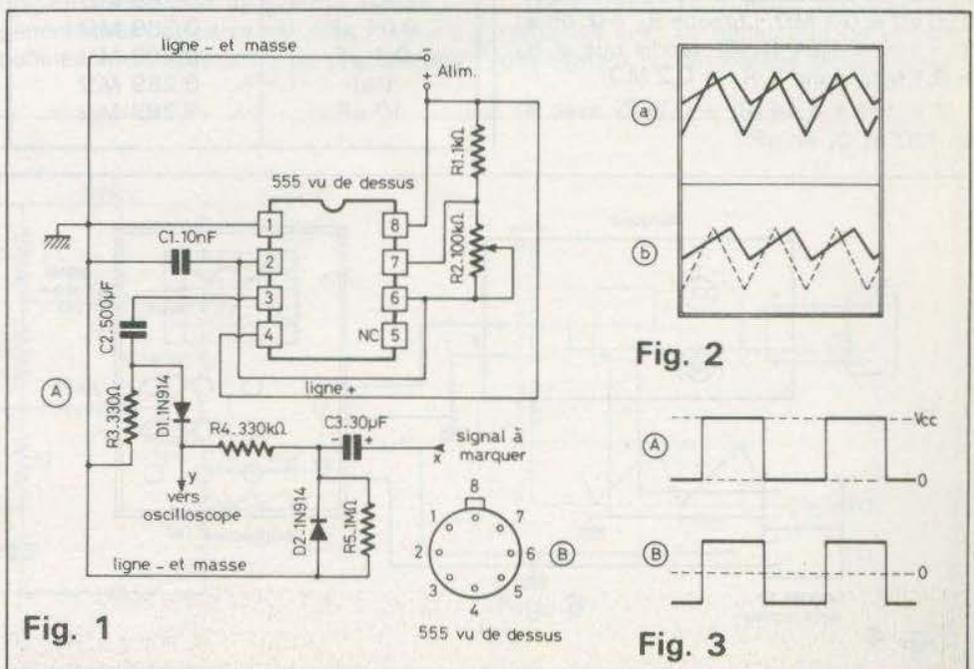

Fig. 1
Il est donné à la **figure 1 (A)**. Nous avons indiqué le 555 avec le boîtier rectangulaire à huit broches, vu de dessus. Le montage est également réalisable avec un 555 monté dans un boîtier cylindrique à huit fils, dont la **figure 1 (B)** montre la disposition. Celle-ci est la même que dans le boîtier rectangulaire.
Reportons-nous à la **figure 1 (A)**. Ce schéma théorique a été établi par nous avec le 555 représenté dans son aspect réel et sans aucun croisement, ce qui permettra de passer aisément à un plan de platine imprimée si l'on désire essayer ce dispositif. Le 555 est monté en multivibrateur astable, donc oscillant librement sans qu'aucun signal de synchronisation soit nécessaire pour le faire fonctionner. Comme indiqué précédemment la période du signal engendré par ce montage est donnée par la relation :